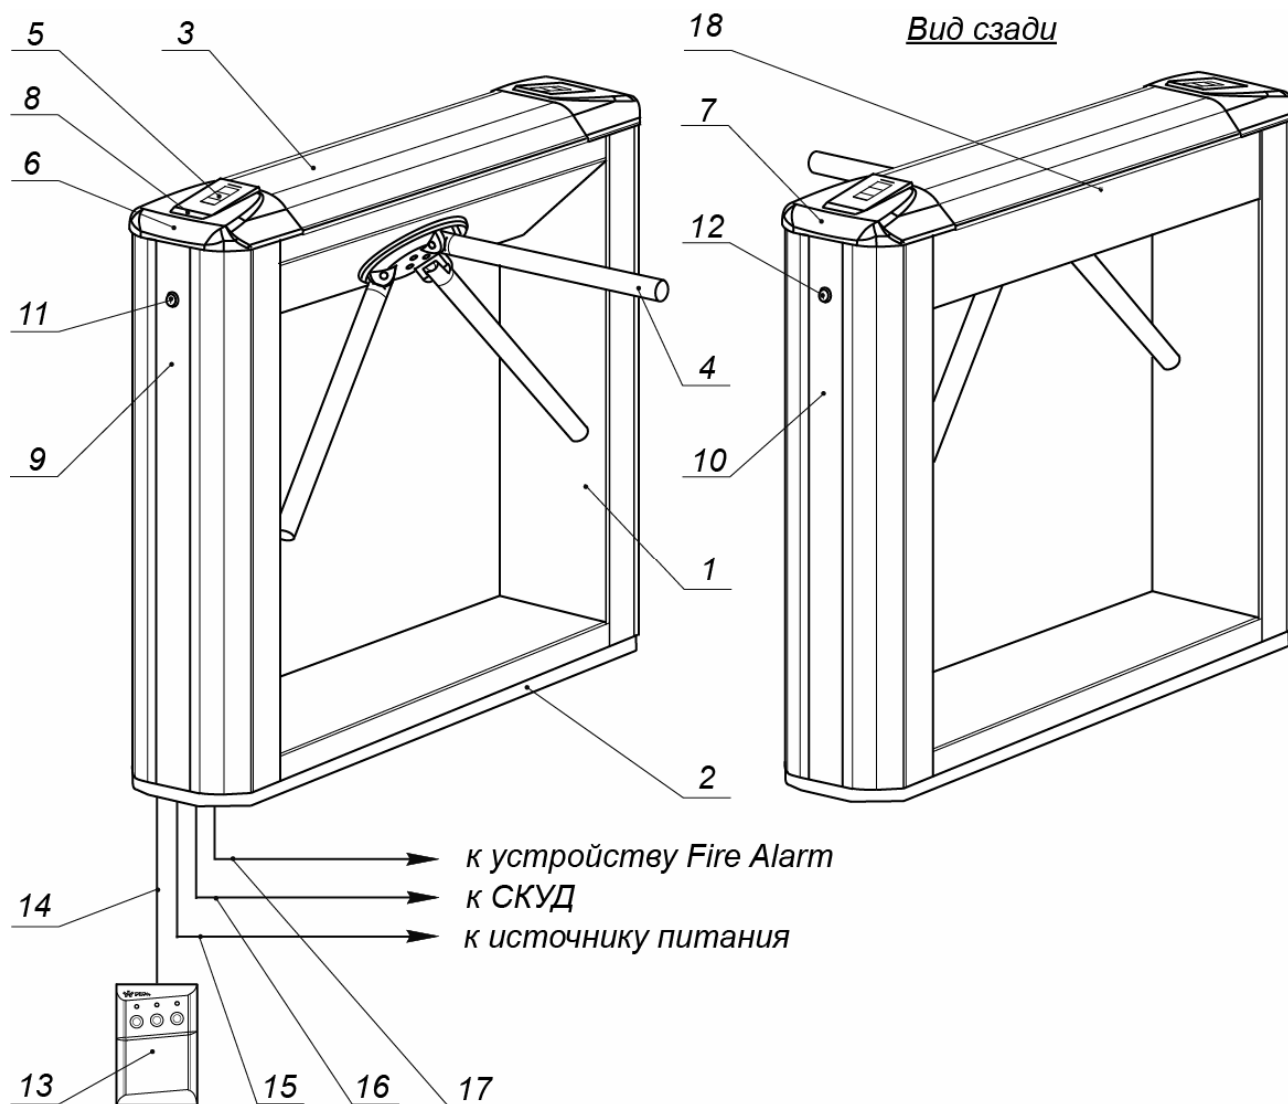

Рисунок 2. Устройство турникета
5.2.1 Устройство турникета показано на рис. 2. Номера позиций в тексте руководства указаны в соответствии с рис. 2.
Турникет состоит из стойки с установленной в нее платой встроенной электроники, двух считывателей, трех преграждающих планок и ПДУ (см. рис. 2, позиции 1-3, 5 и 13). Стойка крепится к полу четырьмя анкерами через отверстия в основании (2).